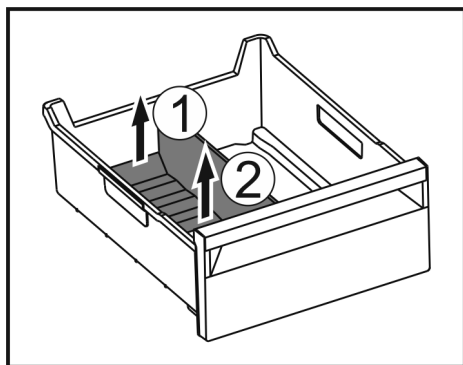

Fig. 223
- Sollevare la parte posteriore del divisore dello scomparto del ghiaccio. Fig. 223 (1)
- Rimuovere il divisore dello scomparto del ghiaccio verso l'alto. Fig. 223 (2)